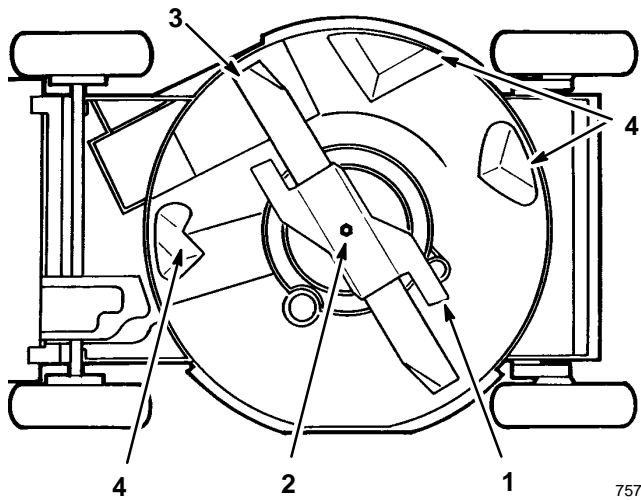

Abbildung 24
- Den Rasenmäher auf die linke Seite kippen (Abb. 24).
- AUSBAU DES MESSERBALKENS** — Das Ende des Messerbalkens mit einem Lappen oder einem dick gepolsterten Handschuh fassen. Messerbalkenschraube, Sicherungsscheibe, Messerbalken-Beschleuniger und Messerbalken entfernen (Abb. 24).